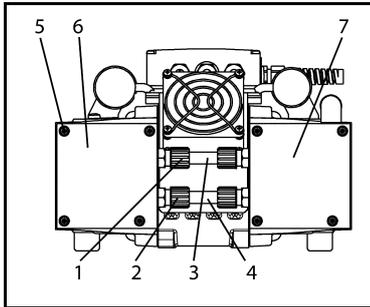
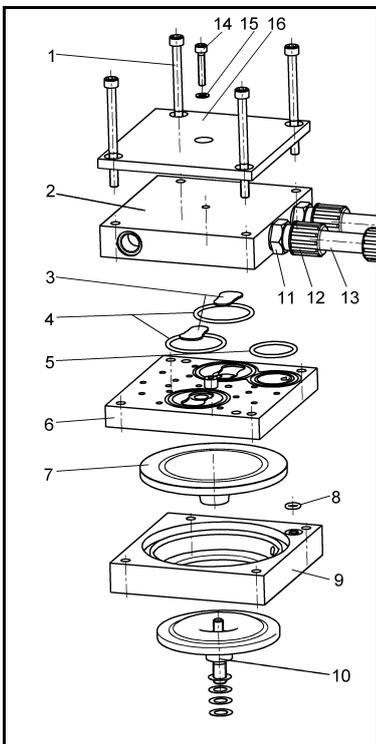

Abb. 21: Pumpenkopf abmontieren)
Abb. 22: Membrane und Ventilplatten wechseln (1. und 2. Pumpenkopf)
1. An den pneumatischen Verschaltungen (**3**, Abb. 21) und (**4**) zwischen dem ersten und zweiten Pumpenkopf: Die Überwurfmuttern (**1**) und (**2**) mit einer Zange entgegen dem Uhrzeigersinn lösen.
2. Am ersten Pumpenkopf (**6**, Abb. 21) Druckplatte (**16**, Abb. 22), Kopfdeckel (**2**), Zwischenplatte (**6**) und Membranaufnahme (**9**) durch einen durchgehenden Filzstiftstrich markieren, um korrekte Montage sicherzustellen.
3. Am ersten Pumpenkopf die vier Schrauben (**1**, Abb. 22) und Schraube (**14**) lösen; Druckplatte (**16**) und Kopfdeckel (**2**) abnehmen.
Anschließend an den beiden pneumatischen Verschaltungen (13, Abb. 22) zwischen den Pumpenköpfen 1 und 2 die beiden Überwurfmutter (12) mit Zange im Uhrzeigersinn fest anziehen.